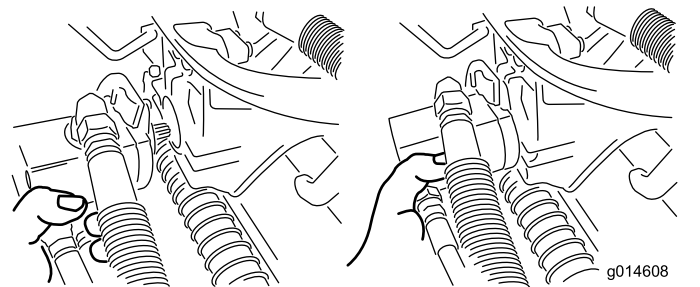

Bild 36
3. Legen Sie den Motor am Aufbewahrungsort vorne am Aufhängearm ab (**Bild 36**).